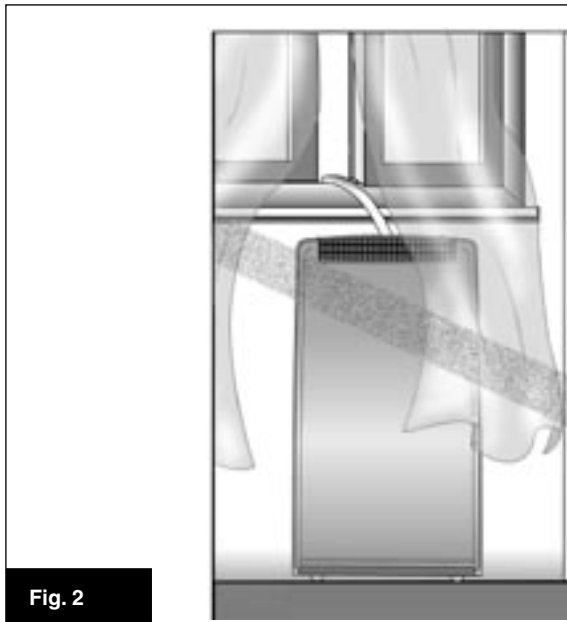

Fig. 2
- La griglia anteriore rimanga completamente libera da qualsiasi ostacolo che possa impedire l'uscita dell'aria (Fig. 2).
- the front grille is completely free from any obstacles that could hinder the outlet of air (Fig. 2).
- der Luftaustritt am vorderen Gitter unbehindert erfolgt (Abb. 2);
- La rejilla anterior quede completamente libre de cualquier obstáculo que pueda impedir la salida del aire (Fig. 2).
- het rooster aan de voorkant volledig vrij blijft van welk obstakel dan ook waardoor de luchtuitlaat belemmerd zou kunnen worden (fig. 2);